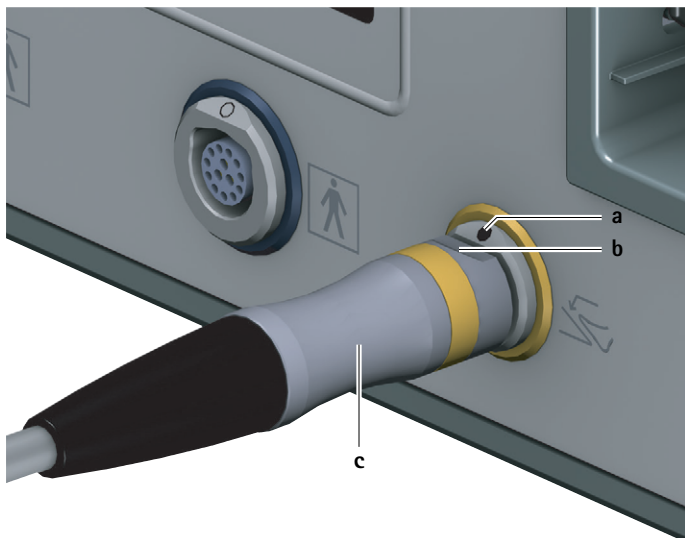

Fig. 2 Conexión del mando de pedal
- Colocar el conector del mando de pedal c de forma que la marca b del conector coincida con la marca a de la conexión para mando de pedal 6, ver Fig. 2.
- Desenchufar el conector del mando de pedal **c** de la conexión para mando de pedal **6**, ver Fig. 2.